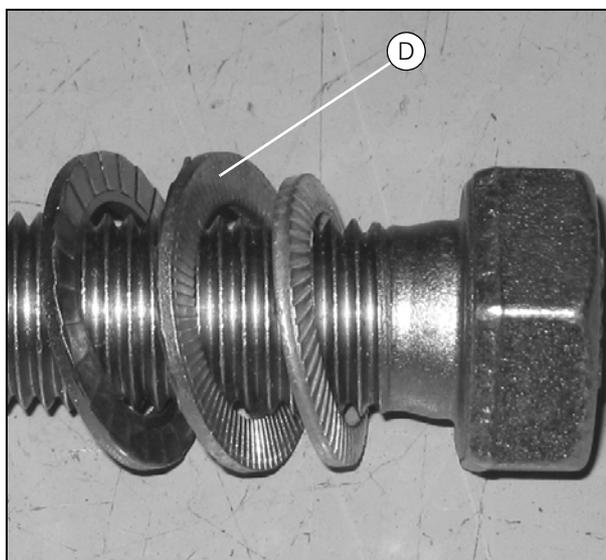

Рисунок 6
- Всегда устанавливайте новые специальные стопорные шайбы (D) на болты (B). Порядок установки показан на (Рис. 6).
- Установите поворотный рычаг (A) на вал так, чтобы паз (J) оказался напротив метки (K).
- Отрегулируйте высоту поворотного рычага (A) так, чтобы секции ножей уперлись в режущую поверхность зубцов.